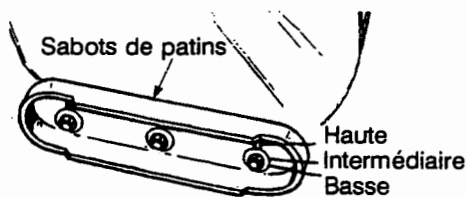

FIGURE 5
- On peut ajuster l'espace entre la lame plate et le sol. Pour déblayer complètement la neige, placez les patins à la position basse. Utilisez les positions intermédiaire ou haute lorsque la surface à déblayer est irrégulière. Voir la Figure 5.